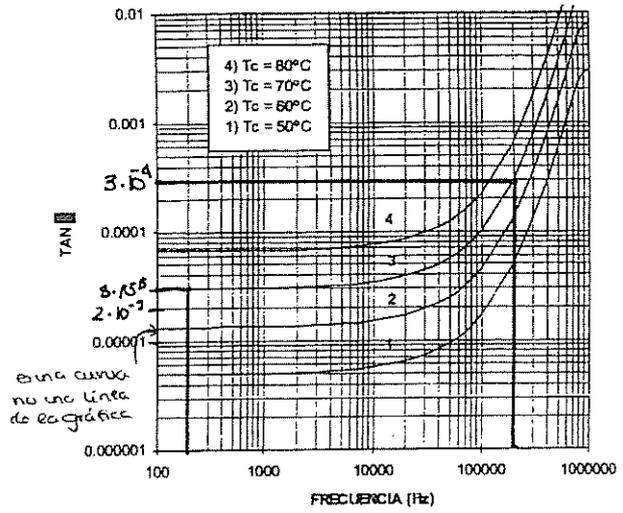

Figura 4. Variación de tan δ con la frecuencia y con la temperatura del cuerpo del condensador. Curvas válidas para los tres condensadores disponibles.
• Cálculo de R_s (figura 4 (MUY DIFÍCIL)).